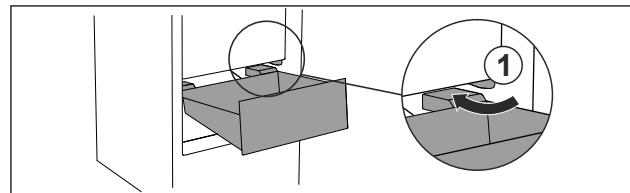

Fig. 73
- Prevedte zásuvku šikmo okolo zarážok Fig. 73 (1).